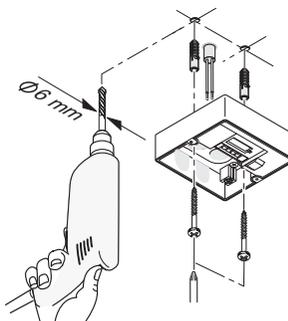

Рисунок 4.4 - Установка датчика на поверхность
- 4а) установка на поверхность: просверлить отверстия и вставить дюбели, прикрутить основание датчика (рис. 4.4);